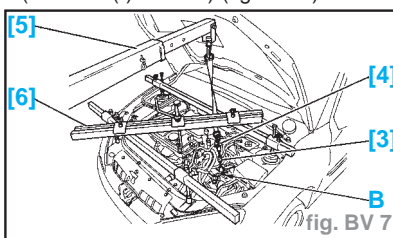

fig. BV 7
- le connecteur (10)
- les vis (11)
- la vis (12)
- Mettre en place les outils [3] (manilles) [4] (chaînes) [5] (grue d'atelier) et [6] (traverse (-). **0009-Z**) (fig. BV. 7).